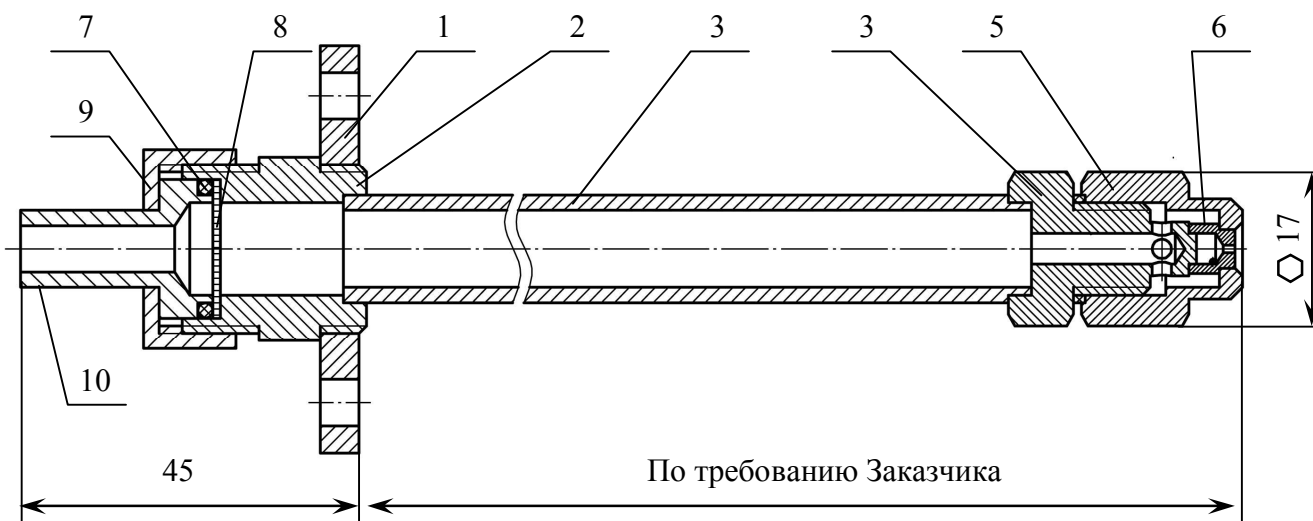

Рис. 1 Форсунка ТФ-ДТ
3.2. Эскиз форсунки представлен на рис. 1. Форсунка состоит из следующих узлов:
3.3. Принцип действия форсунки следующий (см. рис.1). Жидкое топливо через ниппель подвода топлива 10 подается в ствол 3 форсунки и далее поступает к узлу распылителя. Топливо через тангенциальные каналы центробежного распылителя попадает в камеру закручивания. Под действием центробежных сил жидкое топливо прижимается к стенкам камеры закручивания и стенкам сопла. Далее топливо в виде пелены с разрежением по оси форсунки истекает, распадаясь на капли, из сопла в огневое пространство котла.